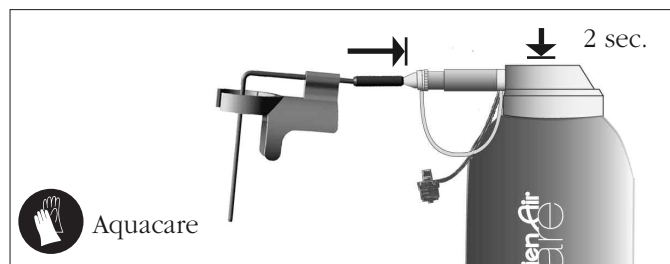

fig. 3A
- Éliminer le liquide physiologique en sprayant (2 sec.) dans le tube du système d'irrigation avec **Aquacare fig. 3A**.